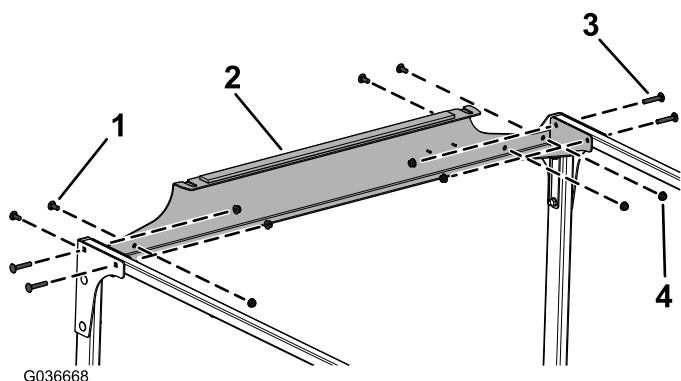

图10
9. 如图10所示, 用 4 个托架螺栓 (5/16 x 1-3/4 英寸) 和 8 个凸缘螺母 (5/16 英寸) 将后交联松松地安装到交联管和后安装板上。